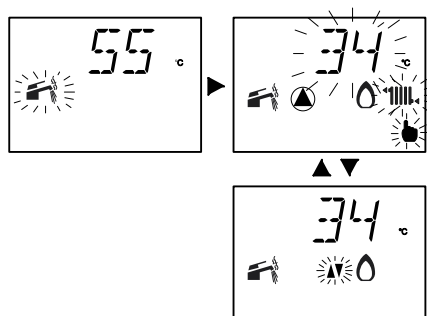

Fig. 9.16
- En la pantalla LCD la variación se indica con el encendido alternado de los símbolos resaltados en la Fig. 9.16. (Ejemplo: potencia térmica de calefacción al máximo).